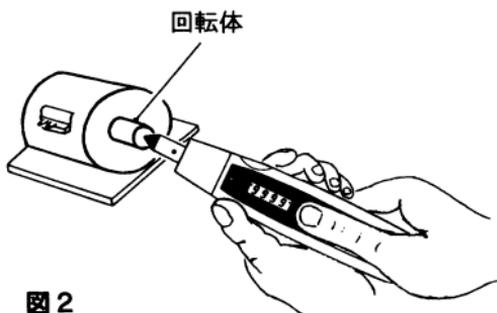

図2
- 図2のように接触子を回転体の軸の中心に接触面に対し直角に押し当て測定スイッチを押しますと、回転確認表示LEDが点灯して1分間の回転数が表示されます。